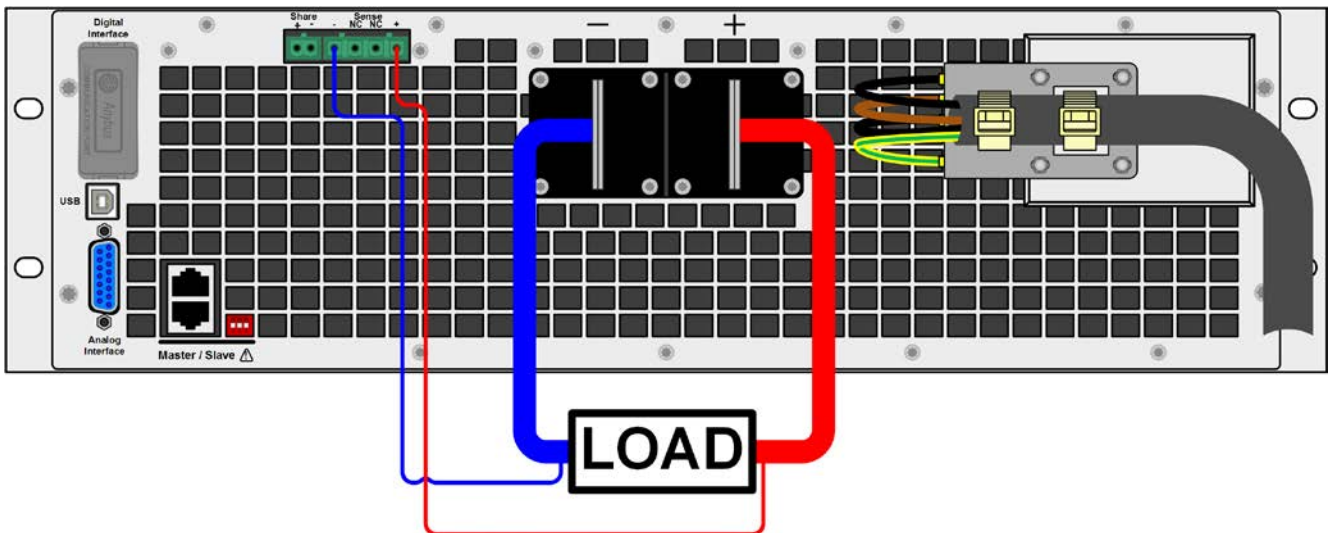

Рисунок 8 - Пример соединения удалённой компенсации с нагрузкой в режиме источника (режим потребителя соединяется также)
- Удалённая компенсация напряжения эффективна только при режиме постоянного напряжения (CV) и для других режимов работы, вход Sense должен быть отключен по возможности, тогда как его подключение ведёт к увеличению колебаний.
- Кабели + Sense должны быть подключены к + на нагрузке/источнике и - Sense к - нагрузке/источника, в противном случае Sense будет поврежден. Смотрите рисунок 8 ниже.